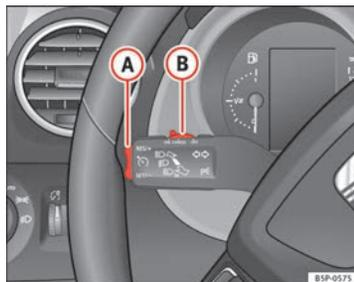

Fig. 155 Palanca de intermitentes y de luz de carretera: mando y tecla basculante para el regulador de velocidad
- cuando se desplace la palanca (B) a la posición “CANCEL” sin llegar a encastrar en la posición “OFF”. Una vez realizada la operación “CANCEL”, al soltar la palanca, ésta vuelve a su posición inicial.
Para recuperar el regulador, levante el pie del pedal del freno o del embrague o reduzca la velocidad por debajo de los 180 km/h y presione una vez la parte superior de la tecla basculante RES/+ → fig. 155 (A).